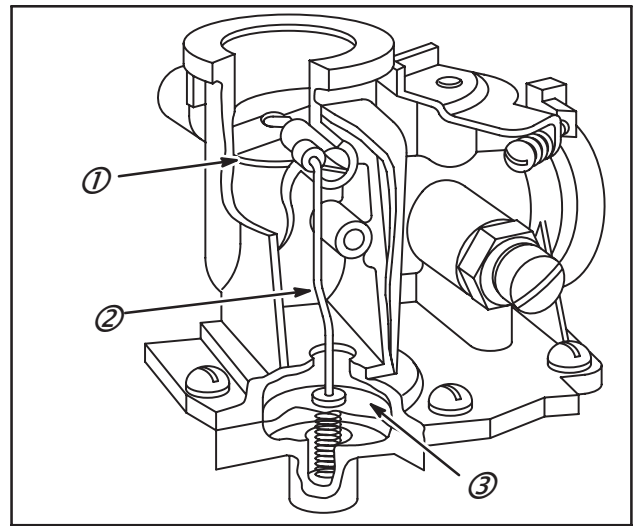

Fig. 13
Fonctionnement du starter automatique simple (Fig. 13)
Une membrane sous le carburateur (3) est reliée à l'axe de starter par une biellette (2), Fig. 13. Un ressort calibré, sous la membrane, maintient le volet fermé (1) quand le moteur est arrêté.